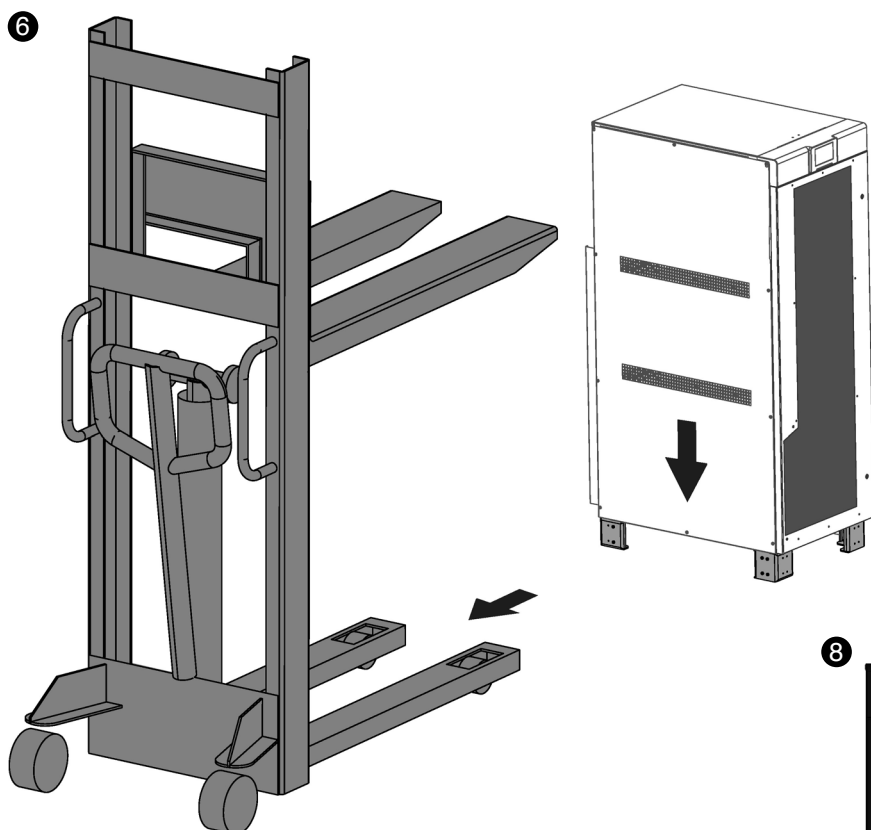

Fig. 33. Ubicación definitiva del equipo y retirada del transpalet.
- ❻ Trasladar del equipo hasta su ubicación definitiva (Fig. 33).